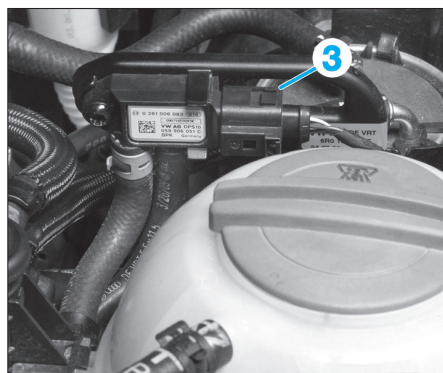

FIG. 113
- le connecteur (3) (Fig.113).